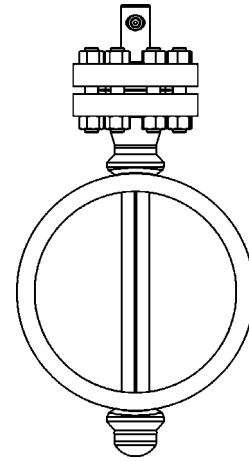

Рис.2. Фланцевый монтаж с опорой с противоположной стороны.
- Фланцевый монтаж с опорой с противоположной стороны (рис.2)